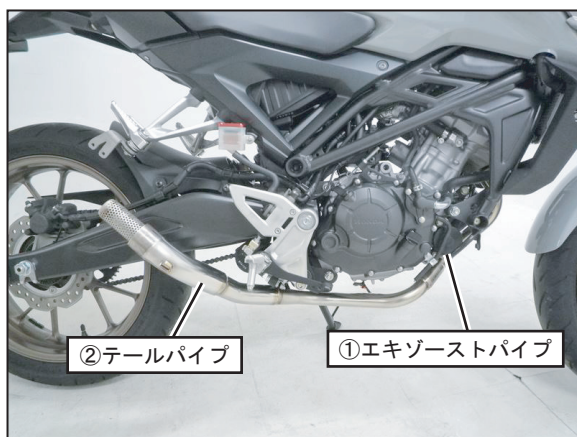

FIG. 9
8. ①エキゾーストパイプに②テールパイプを取り付け、⑯マフラスプリングを取り付けて下さい。（FIG. 9, 10参照）